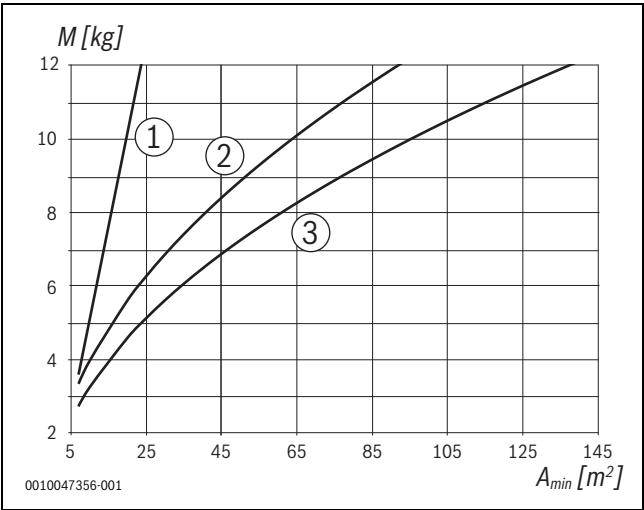

Fig. 128
- La superficie minimale de la pièce doit se conformer aux valeurs correspondantes sur la fig. 128.